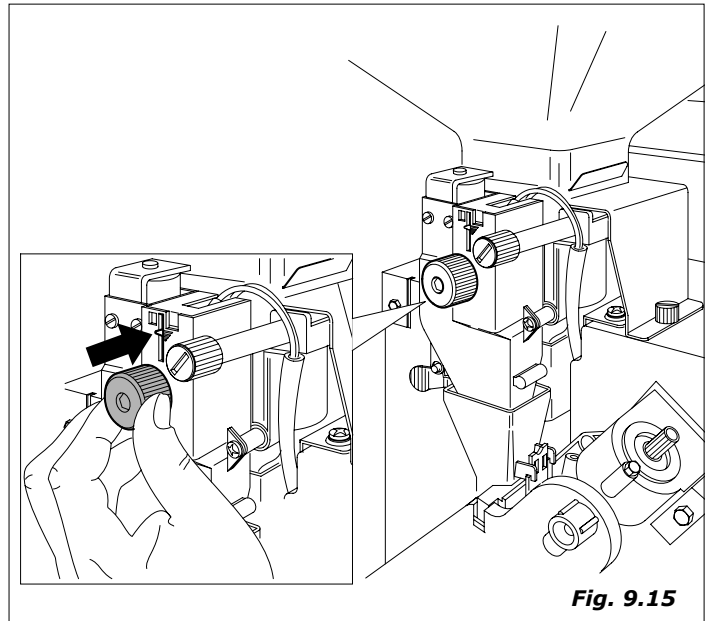

Fig. 9.15
- *Gramatura do café moído.* Variar a quantidade acionando a manopola sobre o dosador (Fig.9.15). A cada disparo da manopola de regulagem corresponde um valor de 0,05 gramas. Virando no sentido horário a dose diminui. Virando no sentido anti-horário a dose aumenta. A variação de produto é controlável por meio das marcas de referência que estão sobre o dosador (ver figura 9.15). A pastilha de café, normalmente, deve apresentar-se compacta e um pouco úmida.